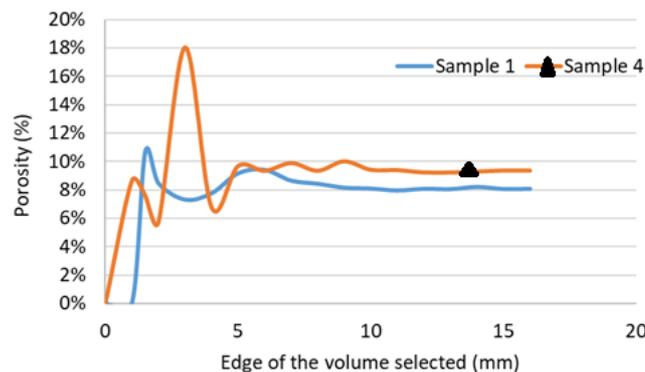

Figure 2.2. Mesure de la porosité pour différents volumes
Afin de déterminer le VER, nous avons mesuré la porosité pour des régions d'intérêt croissantes de volumes cubiques au centre de l'échantillon, et nous l'avons calculée pour les échantillons n°1 et 4 de la figure 2.2.
- 2.4. Interprétez en quelques mots les résultats de la figure 2.2 et donner la valeur du VER.